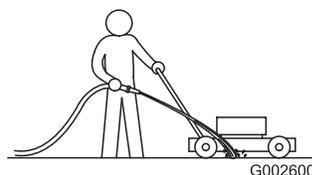

Figure 52
1. Mettez le moteur en marche après avoir amené la machine sur une surface revêtue plane et dirigez un jet d'eau devant la roue arrière droite (Figure 52).